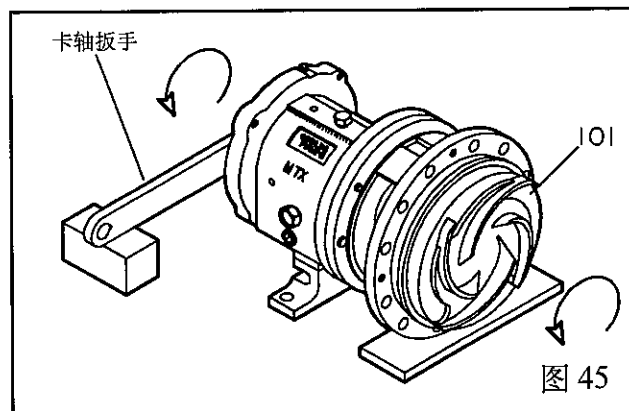

图 45
3. 逆时针快速转动叶轮（从叶轮端看），扳手手柄冲撞工作台或其它硬块上直至叶轮松动（图 45）。